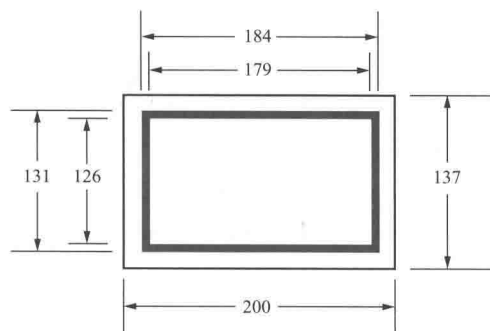
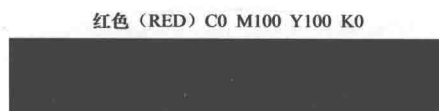

图 1-21 辅助设备标志牌尺寸参考类型 (二)
图 1-22 辅助设备标志牌标准色
- (3) 辅助设备标志牌尺寸参考类型 (二) 如图 1-21 所示。
- (4) 对于特殊情况的辅助设备其标志尺寸可采用等比例放大或缩小。
- (5) 辅助设备标志牌标准色如图 1-22 所示。